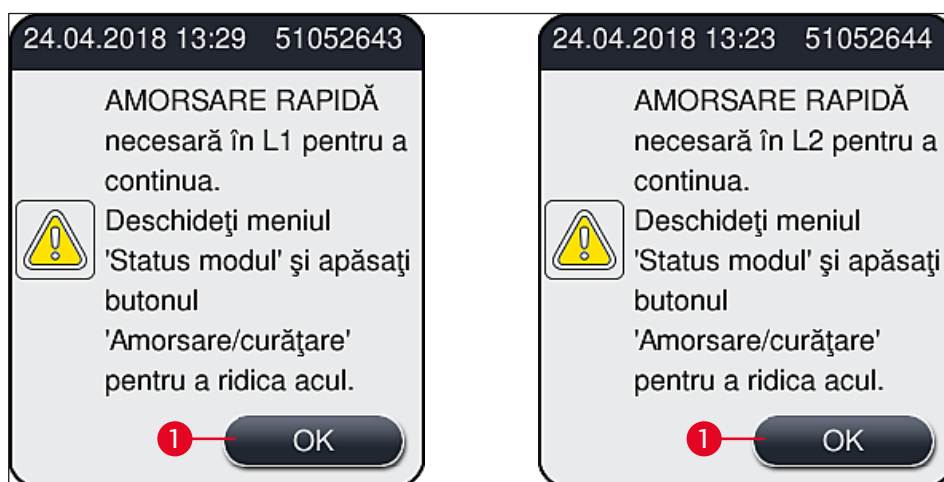

Fig. 51
- ① După încheierea fazei de inițializare, pe ecran apare Meniul principal (→ Fig. 19), iar utilizatorul este informat (→ Fig. 51) că este necesară o **Amorsare rapidă** pentru linia de lamele aflată în utilizare. Confirmați mesajul prin apăsarea **OK** (→ Fig. 51-1) și urmați instrucțiunile care urmează (→ P. 120 – 7.3 Pregătirea sistemului de furtunuri pentru amorsare și curățare).